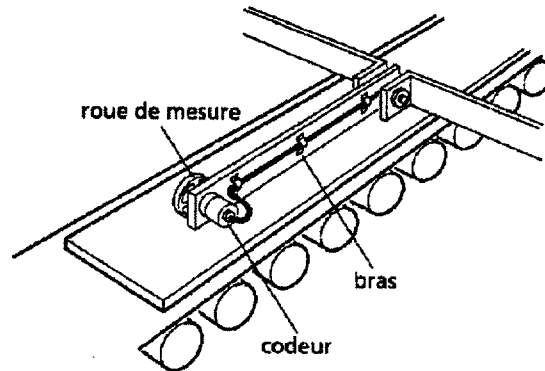

Figure 3
3. La mesure de vitesse du tapis s'effectue à l'aide d'un codeur optique de type incrémental ou codeur d'impulsions. Ce codeur est fixé sur une roue de mesure de diamètre  $D = 50 \text{ mm}$  elle-même fixée sur un bras (voir figure 3 ci-dessous).